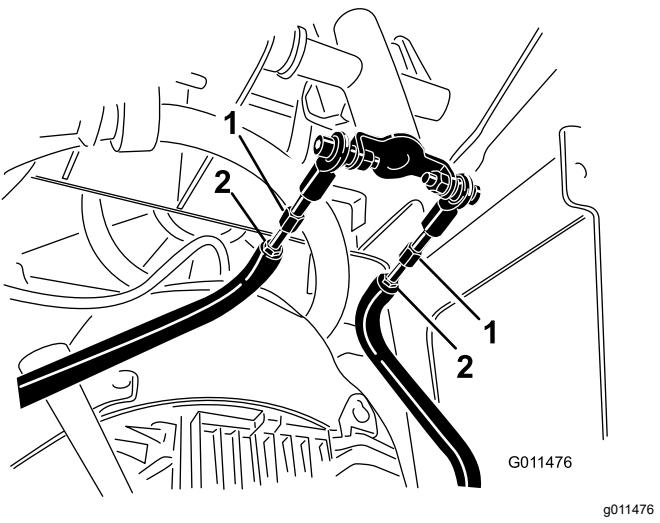

Figura 55
- D. Afloje las contratuerzas de las varillas de tracción, debajo del panel de control (Figura 55).